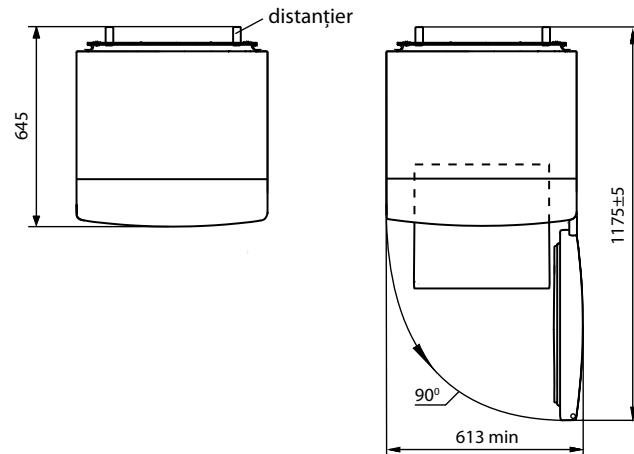

Figura 2 — Frigiderul (vedere de sus)
1.3 Spațiul total necesar pentru funcționarea frigiderului se determină de dimensiunile, indicate în milimetri în figura 2. Pentru extragerea liberă a pieselor de completare din frigider este necesar de deschis ușa la unghiul nu mai mic de 90°.